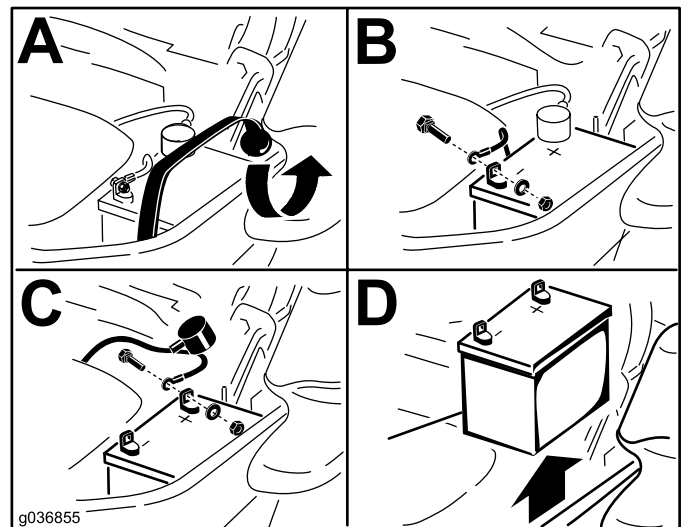

Bild 50
3. Nehmen Sie die Batterie heraus, wie in Bild 50 abgebildet.
- Legen Sie die Batterie so in das Fach, dass die Anschlussklemmen auf der anderen Seite des Hydraulikbehälters sind (Bild 50).
- Befestigen Sie die Kabel mit zwei Schrauben, 2 Scheiben und 2 Sicherungsmuttern (Bild 50).
- Befestigen Sie die Batterie mit dem Gummiriemen (Bild 50).